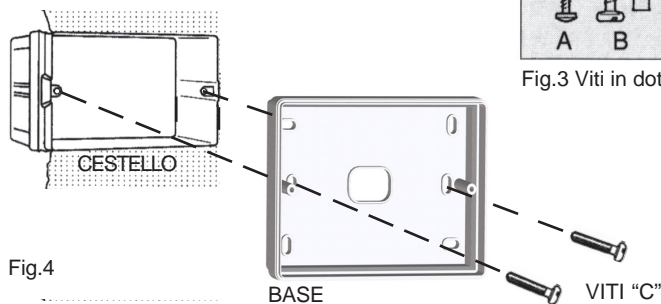

Fig.4
- 1 - Fissare la BASE alla scatola 503 con le viti "C" (Fig.4).